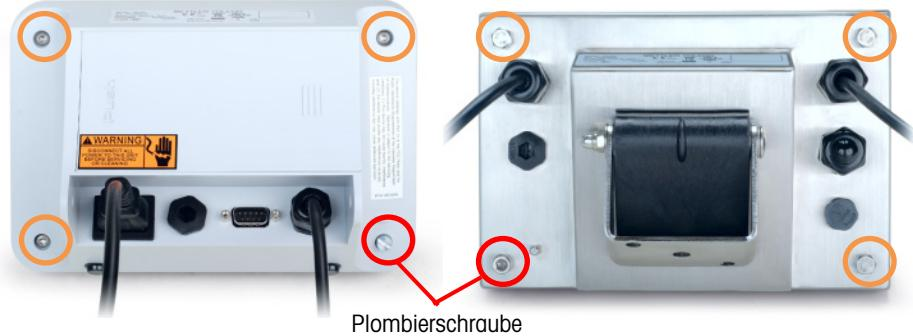

Abbildung 2-2: Öffnen des Gehäuses – IND231 (links) und IND236 (rechts)
2. Lösen Sie beim IND236 drei der Schrauben mit einem 10-mm-Steckschlüssel. Lösen Sie die Plombierschraube (siehe Abbildung 2-2) mit einem 5-mm-Inbusschlüssel. Alle Schrauben sind unverlierbar und verbleiben an der hinteren Abdeckung des IND236.